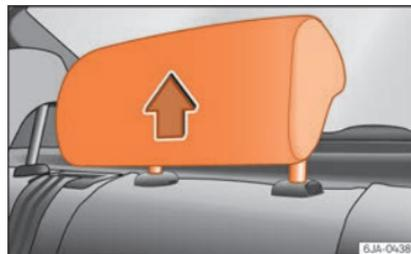

Fig. 75 Apoyacabezas en posición de uso.
- Tres posiciones de uso »» fig. 75. En estas posiciones el apoyacabezas se comporta como un apoyacabezas convencional, protegiendo, junto con el cinturón de seguridad, a los ocupantes de las plazas posteriores.